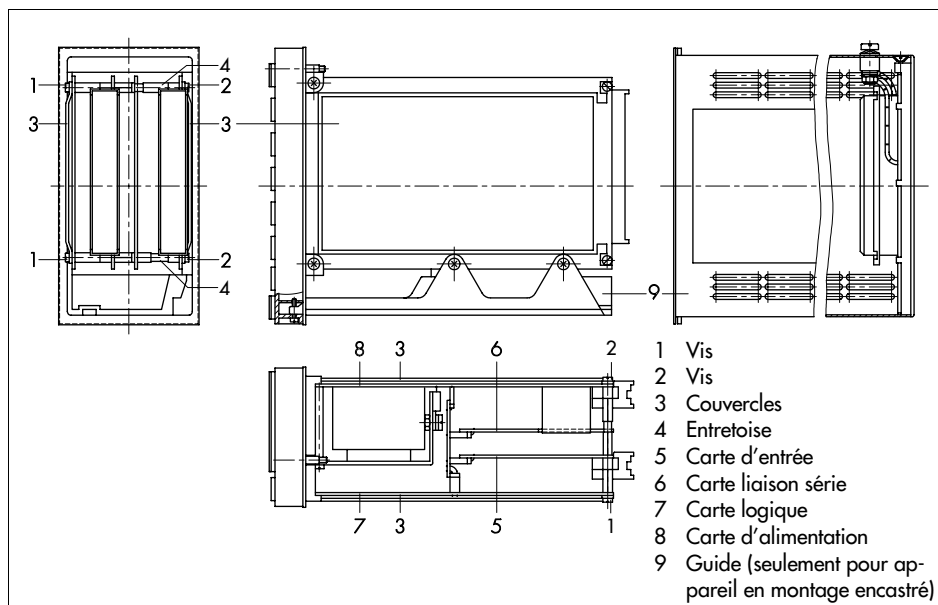

Fig. 5 · Position des platines dans le régulateur
Modification **de la carte d'entrée** (rep. 5, fig. 5) ou/et **de la carte liaison série** (rep. 6, fig. 5):
Modification de la **carte logique** (7, fig. 5):
**Remarque** : en fonction du signal d'entrée, fermer les pontets cités dans le tableau à partir de la ligne 3! Tous les autres pontets correspondant à l'entrée (ligne 2) doivent être ouverts! Voir fig. 5 pour la position de la carte d'entrée.
**Remarque** : en fonction du signal d'entrée, fermer les pontets cités dans le tableau à partir de la ligne 3! Tous les autres pontets correspondant à l'entrée (ligne 2) doivent être ouverts! Voir fig. 5 pour la position de la carte d'entrée. Les pontets pour les entrées binaires sont décrits au chapitre 4.1.1, page 14.